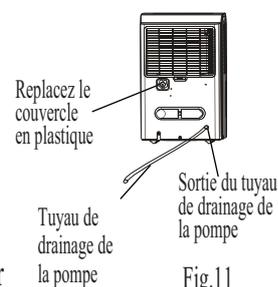

Fig.11
- Retirez le tuyau de drainage continu de l'appareil et remplacez le couvercle en plastique sur la sortie du tuyau de drainage continu en le tournant dans le sens des aiguilles d'une montre (voir fig. 11).
- Insérez le tuyau de drainage de la pompe dans la sortie du tuyau de drainage de la pompe à une profondeur minimale de 15mm (voir fig. 11), puis raccordez le tuyau au siphon de sol ou à un équipement de drainage approprié. Appuyez sur la touche PUMP sur l'appareil pour activer la pompe. Lorsque le réservoir est plein, la pompe commence à fonctionner. NOTE: la pompe peut faire beaucoup de bruit au cours de ses 3 à 5 premières minutes de fonctionnement. Ce phénomène est normal.